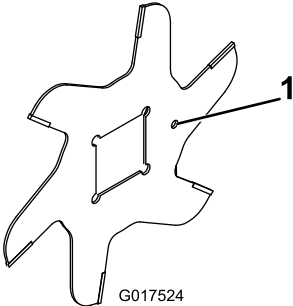

图12
- 1. 组装滚刀刀片（图12）。
- 4. 顺时针安装下一个刀片，以使其定位参考孔（图12）不与靠近轴的一个平面的第一个刀片孔对齐。